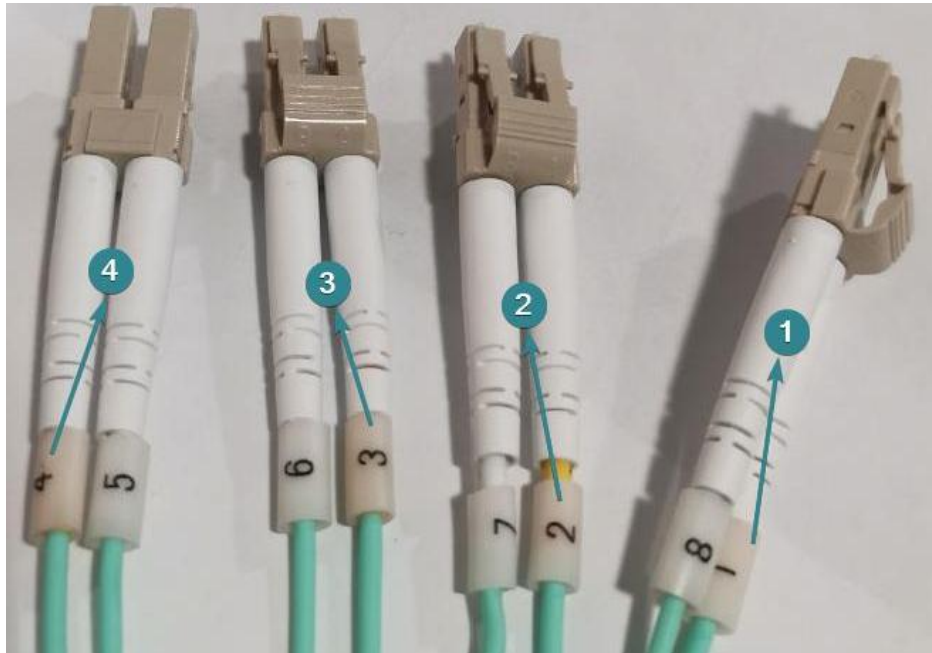

图 3-13 光纤线束顺序标识说明
- 3) MPO-LC 光纤线缆每束有 4 组接口，每组接口有两根线，每组的顺序有两个数值，请以小的数值为准，如图 3-13 光纤线束顺序标识说明 3 所示。